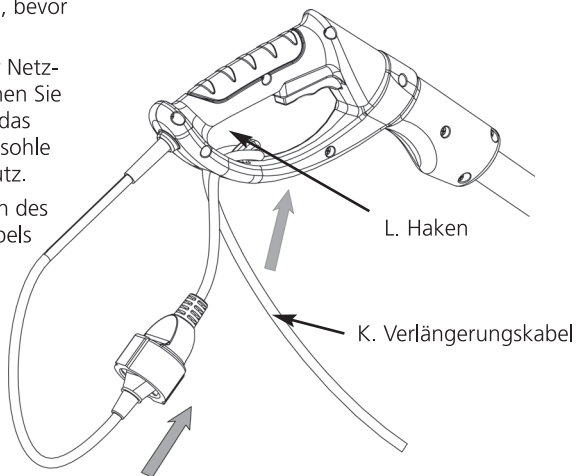

Abb. 6
Um ein versehentliches Ausstecken des Netzkabels oder Verlängerungskabels zu vermeiden, hängen Sie das Verlängerungskabel (K) auf den Haken (L) des unteren Rohres, wie in Abb. 6 gezeigt.